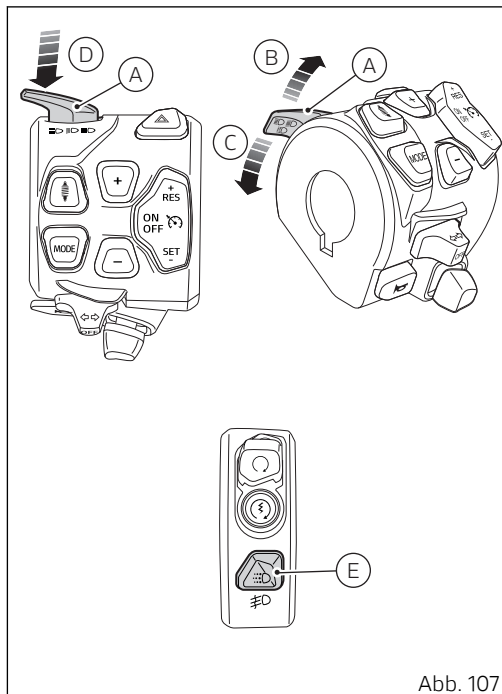

Abb. 107
Wurde die DRL-Beleuchtung auf den Modus „Auto“ gestellt, wird sie durch Drücken der Taste (E, Abb. 107) deaktiviert und das Beleuchtungsmanagement wechselt auf manuell. Bei erneutem Drücken der Taste (E, Abb. 107) wird die DRL-Beleuchtung mit auf „Manuell“ geschalteter Steuerstrategie wieder aktiviert.
Zum Aus- oder Einschalten der DRL-Beleuchtung muss die Taste (E, Abb. 107) betätigt werden.
- bei vorhandener DRL-Beleuchtung, die Taste (E, Abb. 107) lange gedrückt halten;
- bei vorhandener DRL-Beleuchtung, die Taste (E, Abb. 107) drücken.